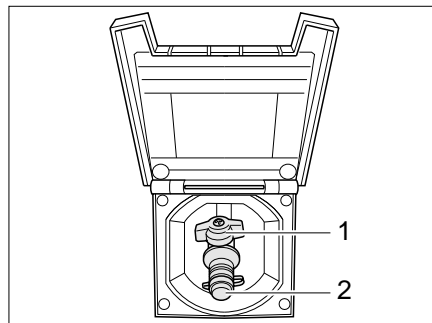

Bild 230 Externer Gasanschluss, Gasabsperrentil geschlossen
Der externe Gasanschluss (Bild 230) befindet sich auf der rechten Fahrzeugseite. In Ausnahmefällen befindet sich der externe Gasanschluss auch auf der linken Fahrzeugseite oder im Heck.
- Externes Gasgerät an der Anschluss-Stelle (Bild 230,2) anschließen.
- Das Gasabsperrentil (Bild 230,1) öffnen.